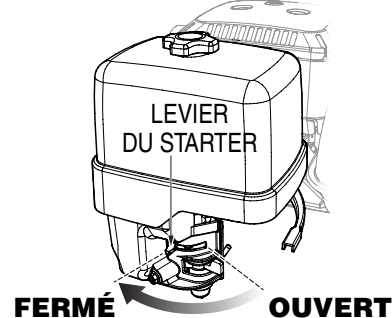

Figure 16. Levier du starter du moteur (fermé)
4. Si vous démarrez un moteur froid, ou par temps froid, mettre le levier du starter dans (Figure 16) la position **FERMÉE**.